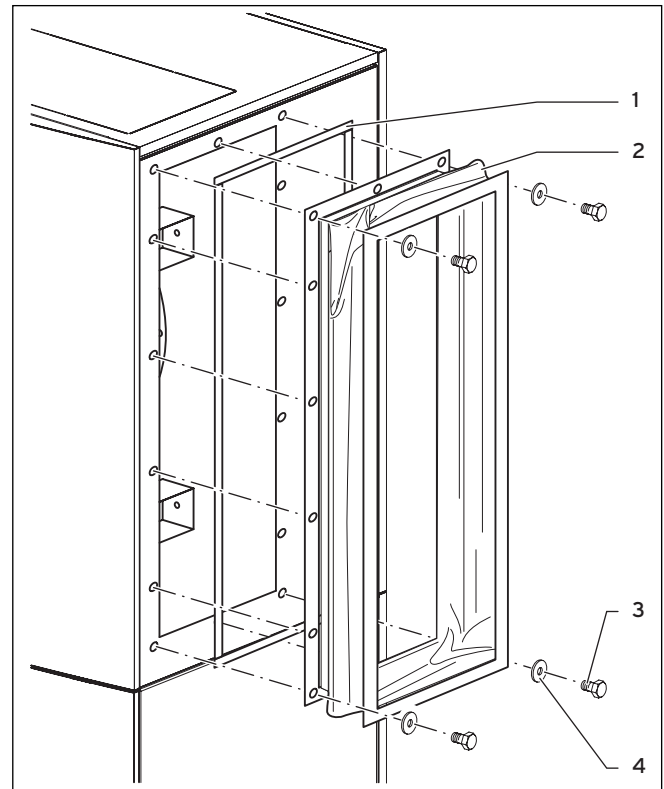

Abb. 4.1 Montage des Segeltuchstutzens (hier VWZ SA)
- Montieren Sie den Segeltuchstutzen mit 14 Schrauben wie auf Abb. 4.1 dargestellt am Gerät.